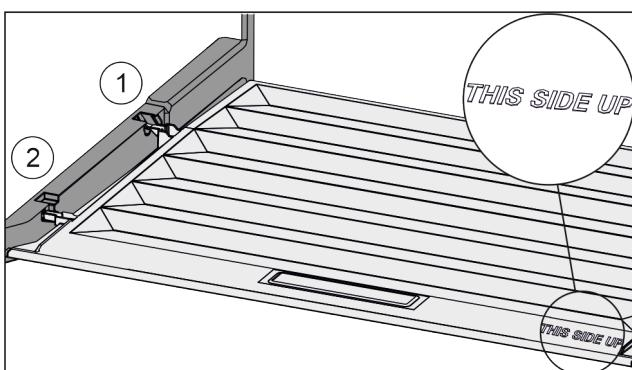

Fig. 74
- Introduceți nervura capacului prin orificiul suportului posterior Fig. 74 (1) și înclicheați-l în față în suport Fig. 74 (2).